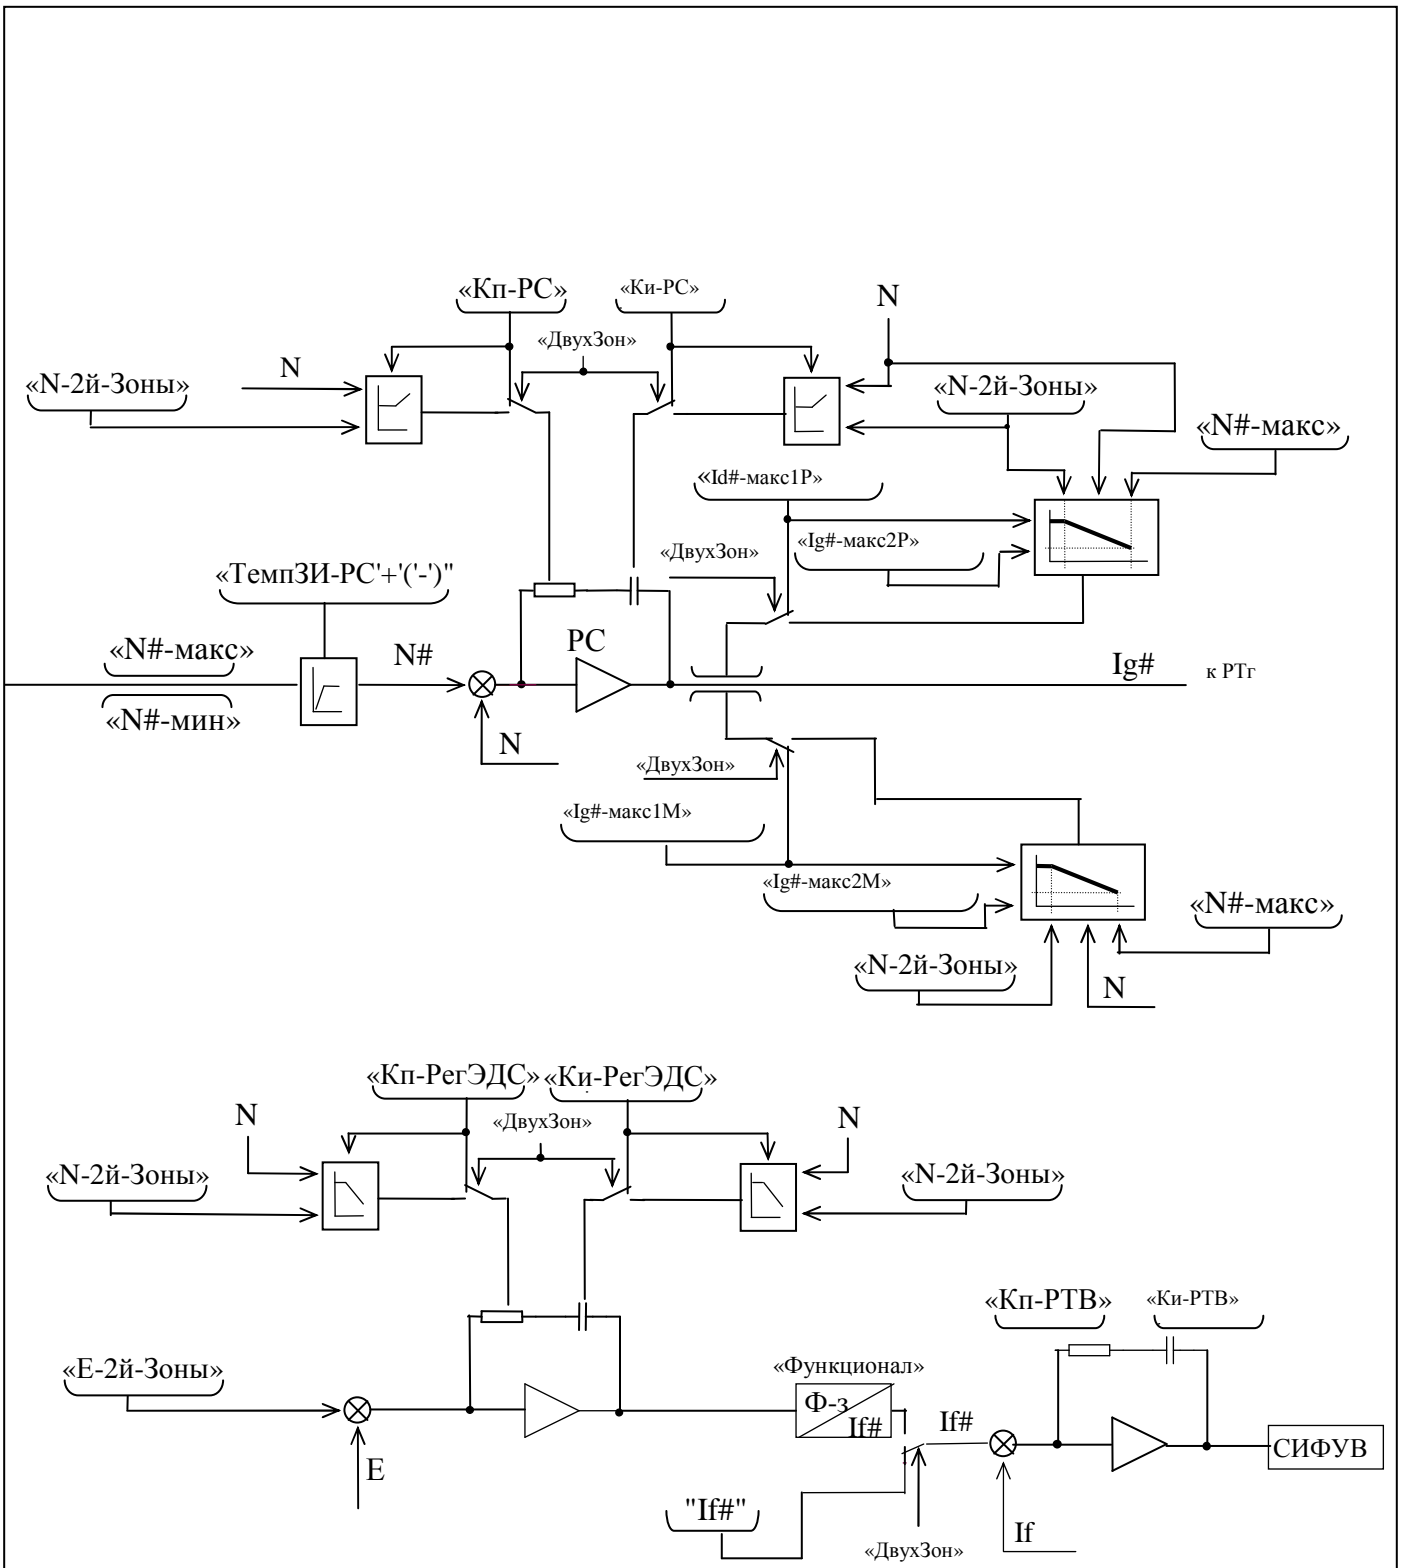

Рисунок 3.3
- произвести настройку уставок представленных в таблице 3.1. Влияние этих уставок на систему регулирования отображено на функциональной схеме (рисунок 3.3);